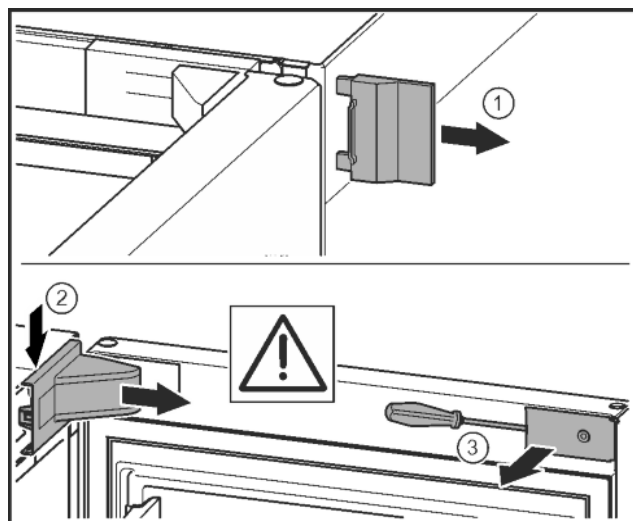

Fig. 10
- Zdjąć zewnętrzną osłonę. Fig. 10 (1)
- Wyczepić i poluzować osłonę płytki zawiasu. Zdjąć osłonę płytki zawiasu. Fig. 10 (2)
- Przy pomocy śrubokręta wyczepić zaślepkę i odchylić w bok. Fig. 10 (3)